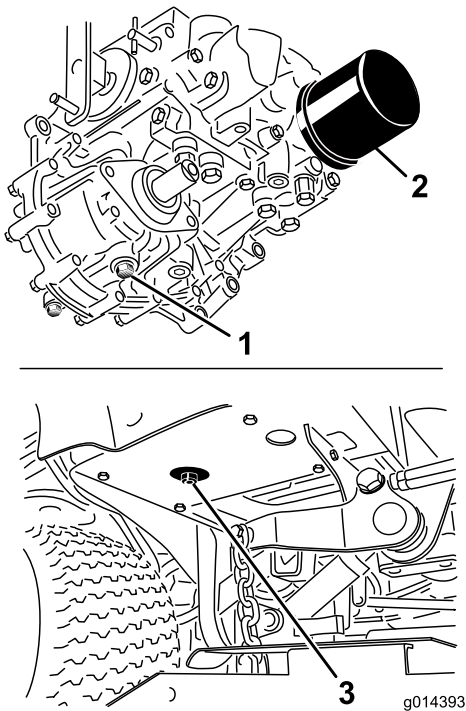

Bild 54
3. Stellen Sie eine große Wanne unter den Hydraulikbehälter und das Getriebe und nehmen Sie die Schrauben ab. Lassen Sie die Hydraulikflüssigkeit ablaufen (Bild 54).
4. Reinigen Sie den Bereich um den Hydraulikölfilter und nehmen Sie den Filter ab (Bild 54).